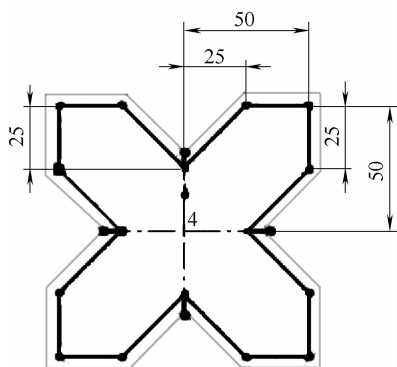
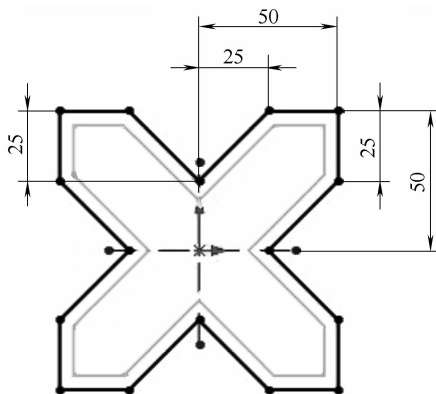

图 2-29 未勾选【反向】复选框的等距实体
图 2-30 勾选【反向】复选框的等距实体
(2) 【反向】复选框 可以为等距的草图元素选择偏移方向，如图 2-29 和图 2-30 所示。